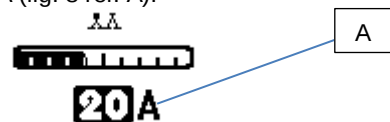

fig.8
**OPCIÓN DE SOLDADURA E-ARC (OPCIONAL) SOLO TIG DC.** Arco de soldadura inteligente que permite controlar la corriente y el cordón de soldadura en DC, simplemente moviendo el soplete. Antes de comenzar el procedimiento de soldadura, configure la corriente de soldadura (fig. 3 ref. N) y por último, seleccione mediante el codificador **S1** el submenú de opción (fig. 3 ref. D) y regule la variación de corriente, que se puede controlar levantando o bajando el soplete durante la soldadura. Parámetro regulable de 1 a 50 A (fig. 8 ref. A).